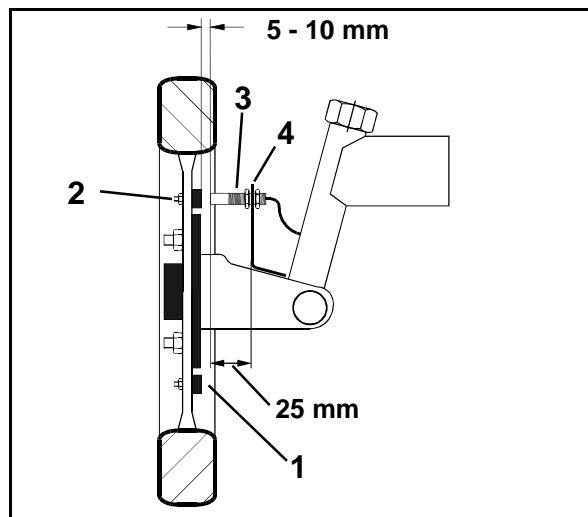

Fig. 187
4. Montieren Sie den Sensor (Fig. 187/3) mit Universalhalter (Fig. 187/4) an Achsschenkel vom Schleppvorderrad - in Fahrtrichtung gesehen hinter der Achse.